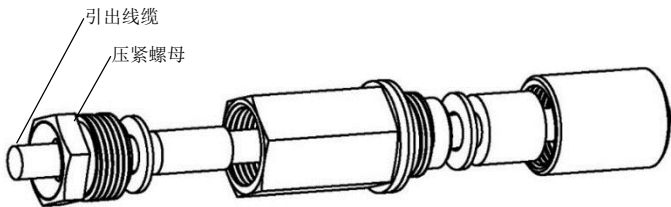

图 5-2 防爆挠性管
- 2) 接着，将线缆穿入防爆挠性管中，如图 5-2 所示。